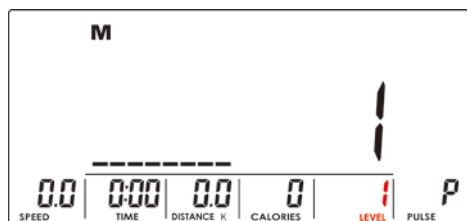

Рисунок 4
2. С помощью UP или DOWN отрегулируйте уровень нагрузки (Рисунок 4).